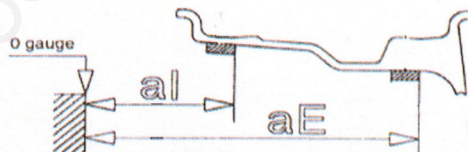
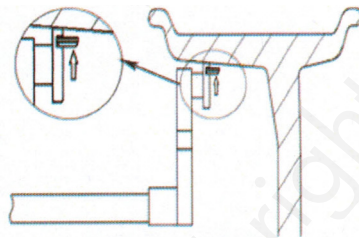

Fig. 10-10
Fig. 10-11
4. Si vous avez suivi la figure 7-5 pour entrer la taille de la jante, accrochez le poids sur le bord interne de la jante. Pressez la touche STOP et la touche ALU, la LED du milieu affiche - - -, attachez le poids correspondant dans la rainure de la tête de la jauge et tournez lentement la roue. Quand toutes les LEDs du voyant de la position interne d'équilibrage s'allument (voir figure 5-1 (2)), retirez lentement la jauge. La LED du milieu affiche ce qui suit (voir figure 10-10). Tournez alors la jauge, collez le poids sur la jante, comme illustré en figure 10-11.
5. Attachez le poids correspondant dans la rainure de la tête de la jauge et tournez lentement la roue. Quand toutes les LEDs du voyant de la position externe d'équilibrage s'allument (voir figure 5-1 (9)), retirez la jauge. Quand toutes les LEDs du voyant de la position interne d'équilibrage s'allument (voir figure 5-1 (4)), tournez la jauge, collez le poids sur la jante comme illustré en figure 10-11.
5. Tournez lentement la roue. Quand toutes les LEDs du voyant de la position externe d'équilibrage s'allument (voir figure 5-1 (9)), repérez la première position. Collez le poids sur la jante comme illustré en figure 10-11.
6. Tournez lentement la roue. Quand toutes les LEDs du voyant de la position externe d'équilibrage s'allument (voir figure 5-1 (9)), repérez la seconde position. Collez le poids sur la jante comme illustré en figure 10-11.